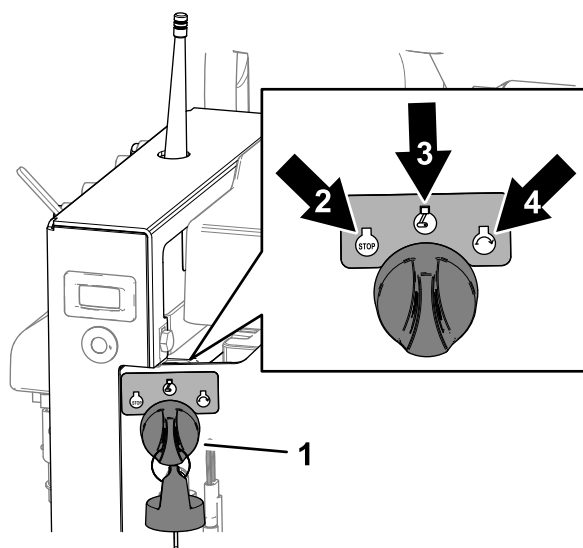

Figura 56
1. Gire la llave a la posición de DESCONECTADO (Figura 56).